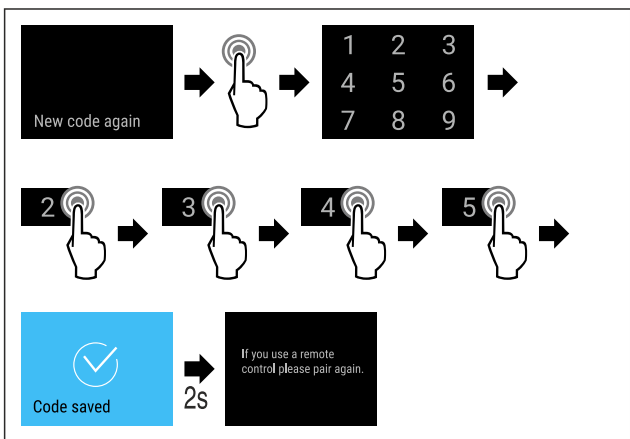

Fig. 83
- ▶ Atlikite veiksmus (žr. Fig. 83) .